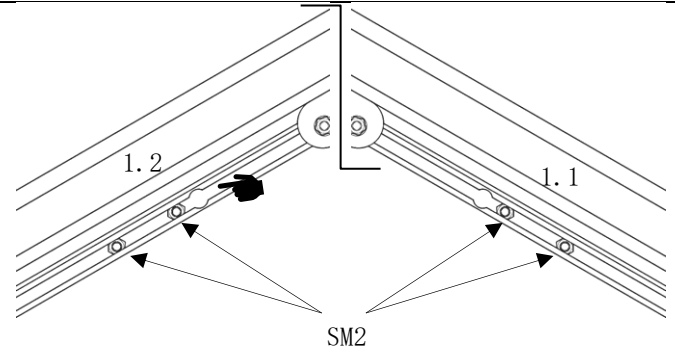

Abb. 38
- der Kopf der Sechskantschrauben wird (Pos. SM2) in die Montage-Bohrungen der Ortgangprofile (Pos. 1. 1/1. 2) eingeführt. (Abb. 38)